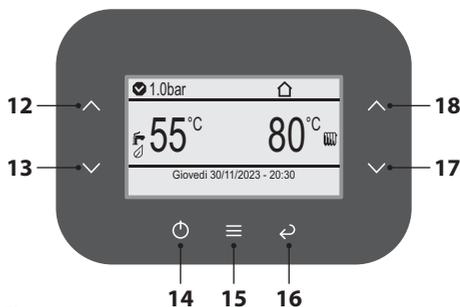
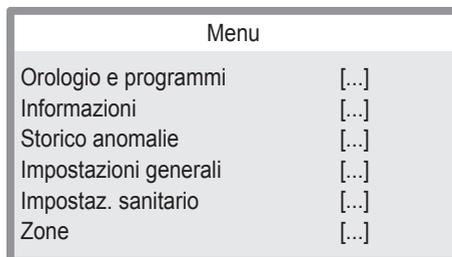

Figura 9.1
Figura 9.2
- Premere il tasto 15 (Figura 9.1) per portarsi al menu principale (Figura 9.2).
- Premere il tasto 15 (Figura 9.1) per accedere al menu selezionato (Figura 9.4).
- Premere i tasti 12 o 13 (Figura 9.1) per selezionare il menu desiderato tra quelli disponibili (Figura 9.5).
- Premere nuovamente il tasto 15 (Figura 9.1) per evidenziare il valore da modificare.
- Premere il tasto 15 (Figura 9.1) per confermare la modifica o il tasto 16 per uscire senza modificare il valore (ritorno al livello precedente).